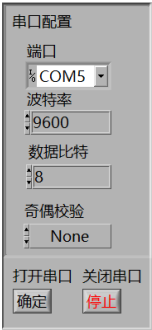

图 2-1
1、该区域通过下拉菜单（组合框）的形式，设置端口、波特率、数据长度及是否打开奇偶校验四项基本信息，如图 2-1 所示。